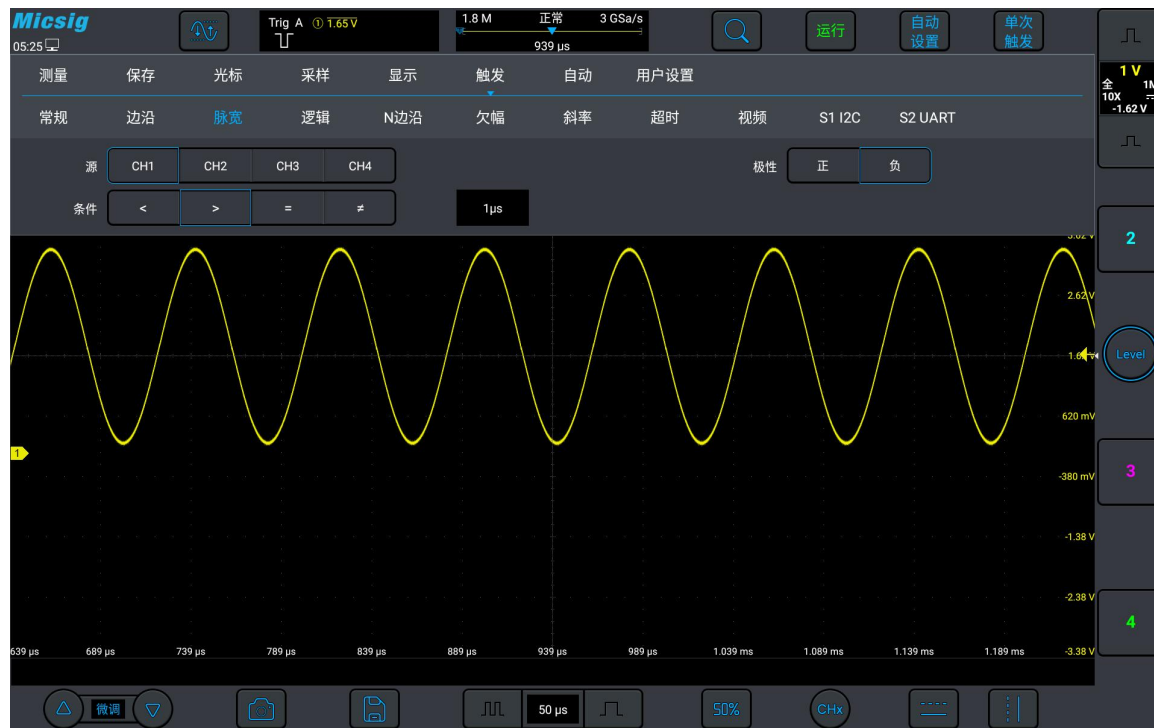

图 6-15 负极性脉冲电平翻转
所选脉冲极性图标显示在显示屏的左上角。正脉冲高于当前触发电平（ ① 1.00V 通道 1 正极性脉冲指示图标），负脉冲低于当前触发电平（ ① 1.00V 通道 1 负极性脉冲指示图标）。当在正极性脉冲上触发时，如果限制条件为真，触发将在脉冲从高到低的翻转上发生；当在负极性脉冲上触发时，如果限制条件为真，触发将在脉冲从低到高的翻转上发生。（图 6-15 负极性脉冲电平翻转）